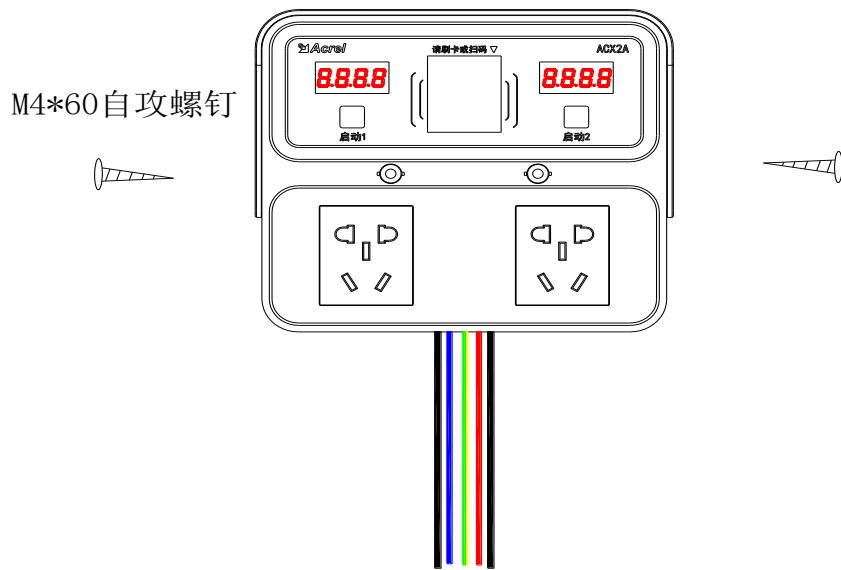

图 19
(3) 用 6 厘的钻头把 2 个孔打好钉入 2 个膨胀管，再将设备用 2 个 M4\*60 的自攻螺丝钉打紧。如图 19 所示。